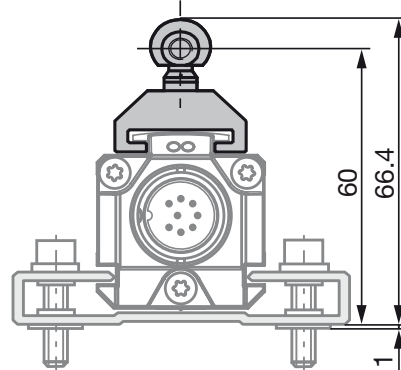
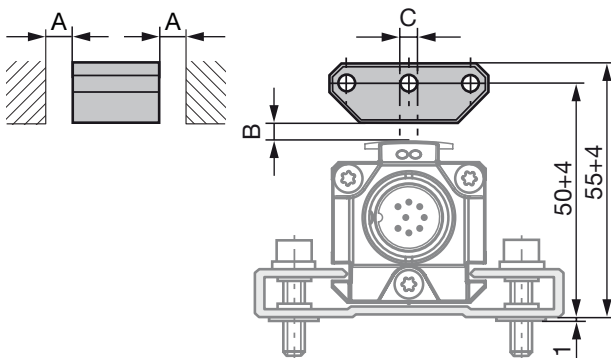
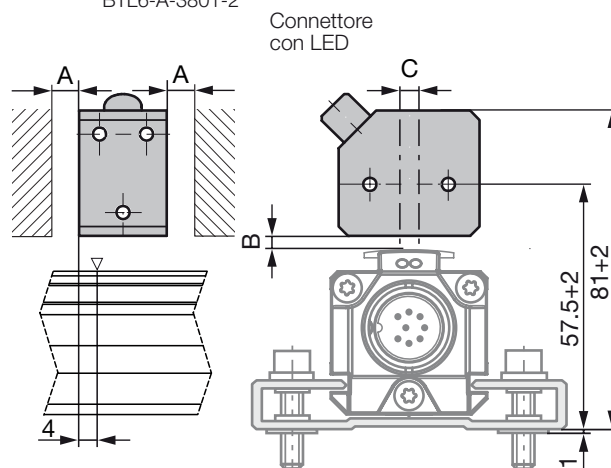

Fig. 4-1: Dimensioni e distanze con il datore di posizione BTL5-F-2814-1S
Fig. 4-4: Dimensioni e distanze con il datore di posizione BTL5-P-3800-2
Fig. 4-8: Dimensioni e distanze con il datore di posizione BTL5-P-4500-1 con generazione elettrica del campo magnetico (24 V/100 mA)
**i** Il trasduttore di posizione Micropulse in corpo profilato è idoneo sia per datori di posizione liberi, cioè operanti senza contatto (vedere dalla Fig. 4-4 alla Fig. 4-8) che per datori di posizione guidati (vedere Fig. 4-1 e Figura Fig. 4-3).
- La distanza A fra il datore di posizione e i componenti costituiti da materiale magnetizzabile deve essere di almeno 10 mm (vedere dalla Fig. 4-4 alla Fig. 4-8).
- Per la distanza B fra il datore di posizione e il trasduttore di posizione e per lo sfasamento C (vedere dalla Fig. 4-4 alla Fig. 4-8) devono essere rispettati i seguenti valori:
**i** Il campo di misura è spostato di 4 mm in direzione del connettore del trasduttore di posizione (vedere Fig. 4-8).